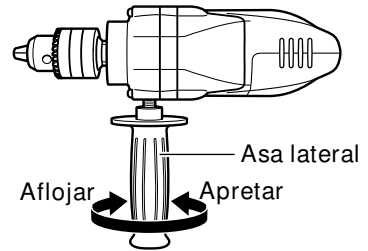

Fig. 6
9. Instalación del asa lateral (accesorio opcional) (Fig.6)